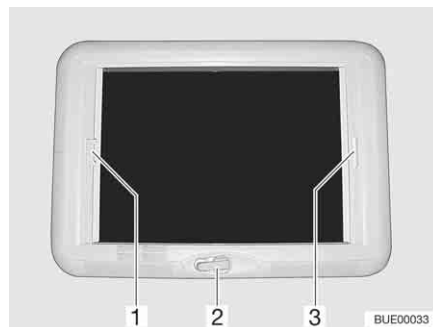

Fig. 92 Lanterneau à manivelle
Ouvrir : ■ Tourner la manivelle (Fig. 92,2) jusqu'à ressentir une résistance.
- Tirer la poignée du dispositif occultant plissé (Fig. 92,3) et le relâcher lorsqu'il a atteint la position voulue. Le dispositif occultant plissé reste alors à cette position.
- Tirer sur la poignée (Fig. 92,1) de la moustiquaire jusqu'à toucher la poignée du dispositif occultant plissé (Fig. 92,3) située vis-à-vis et la faire s'enclencher.
- Appuyer sur la poignée de la moustiquaire (Fig. 92,1) vers l'arrière et le haut et décrocher la moustiquaire du dispositif occultant plissé (Fig. 92,3).